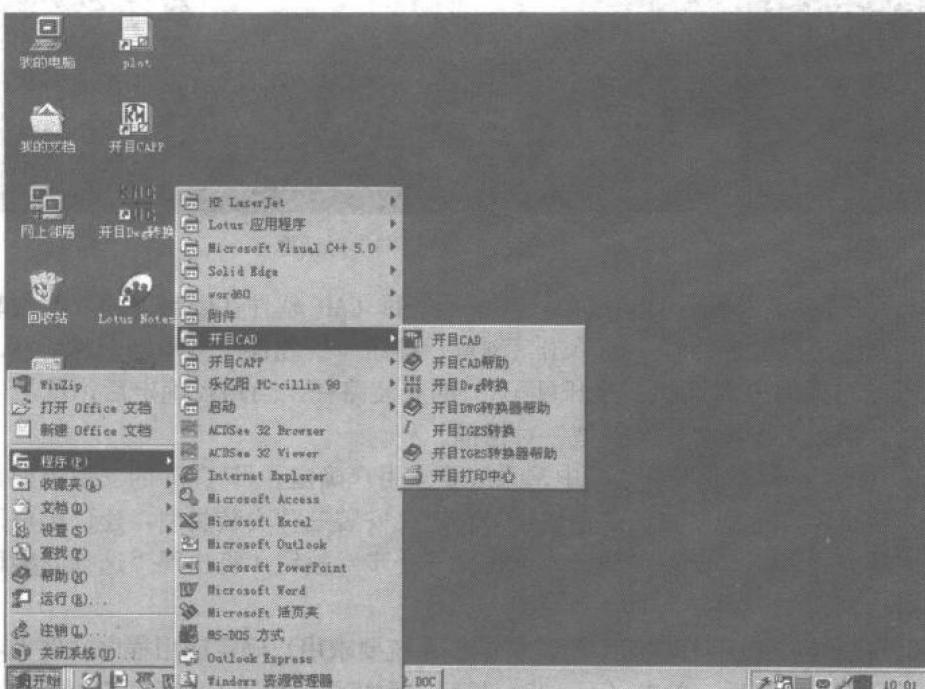

图 1-4 从程序中打开“开目 CAD”
1. 从 Windows “开始”菜单中，选择“程序”中的开目 CAD 选项。如图 1-4 所示从程序中打开开目 CAD 程序组中的“开目 CAD”。